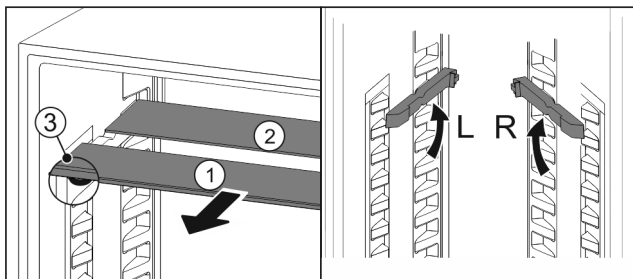

Fig. 94
- ▶ Skleněné desky jednotlivě vytáhněte dopředu Fig. 94 (1).
- ▶ Skleněná deska Fig. 94 (1) s ozdobnou lištou leží vpředu.
- ▶ Zárážky Fig. 94 (3) směřují dolů.